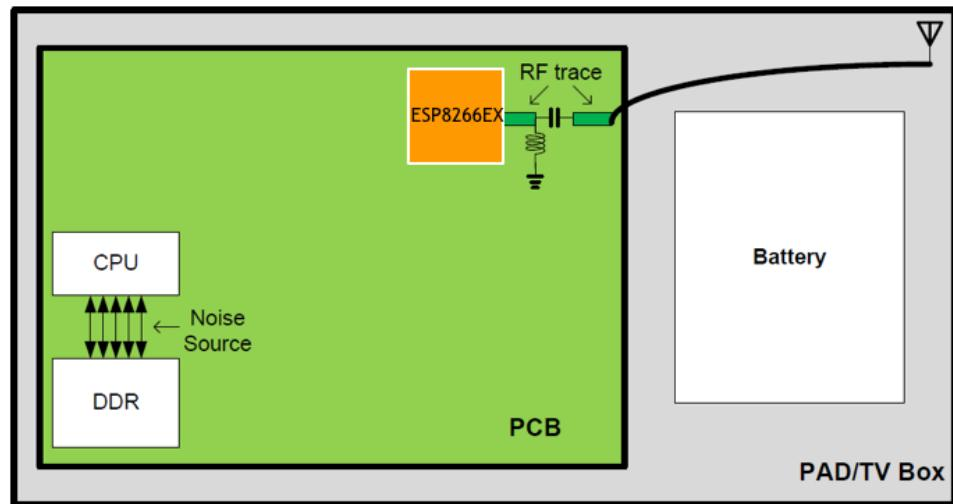

图 1-14. PCB 版图设计
- 从图 1-14 中可以看出，ESP8266EX 在 PCB 边上，且远离 CPU 与 DDR，使之远离噪声源 (CPU + DDR)，从位置上增加距离使得干扰能量随距离增加而衰减，继而减小噪声耦合。